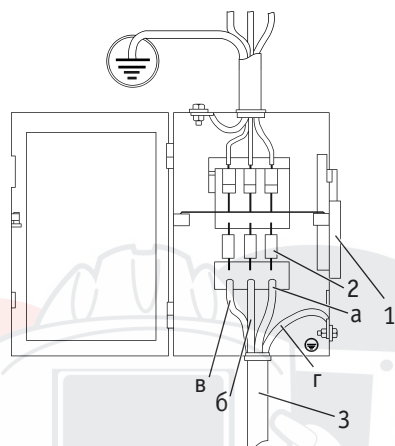

Рисунок 8.3. Схема подключения к сети.
1. Подсоедините сетевой кабель к электросети с требуемыми параметрами. Проверьте надежность соединения кабеля и сетевой розетки (см. рис. 8.3).